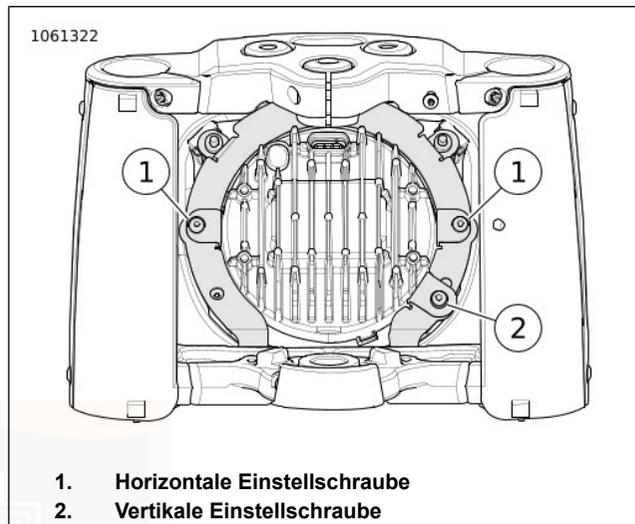

Abbildung 84. Scheinwerfereinstellung
1. Siehe Abbildung 84. Die horizontale Einstellschraube (1) drehen. Den Scheinwerfer horizontal ausrichten, bis der Lichtstrahl gerade nach vorne zeigt.
2. Die vertikale Einstellschraube (2) drehen. Den Scheinwerfer vertikal so weit neigen, bis der Strahl auf der Mitte der horizontalen Linie liegt.